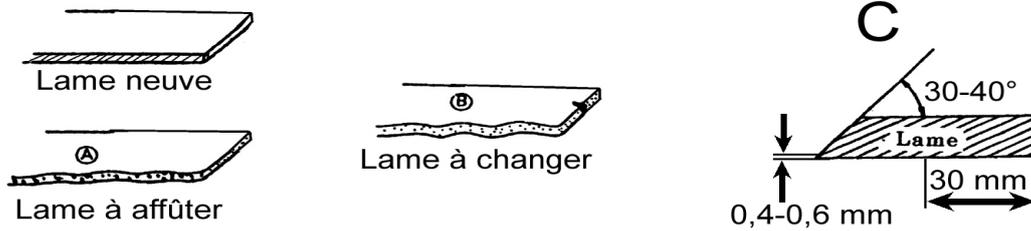

Figure 9
- Si votre lame a l'aspect de celle schématisée sur la Figure 9, repère A, affûtez-la.